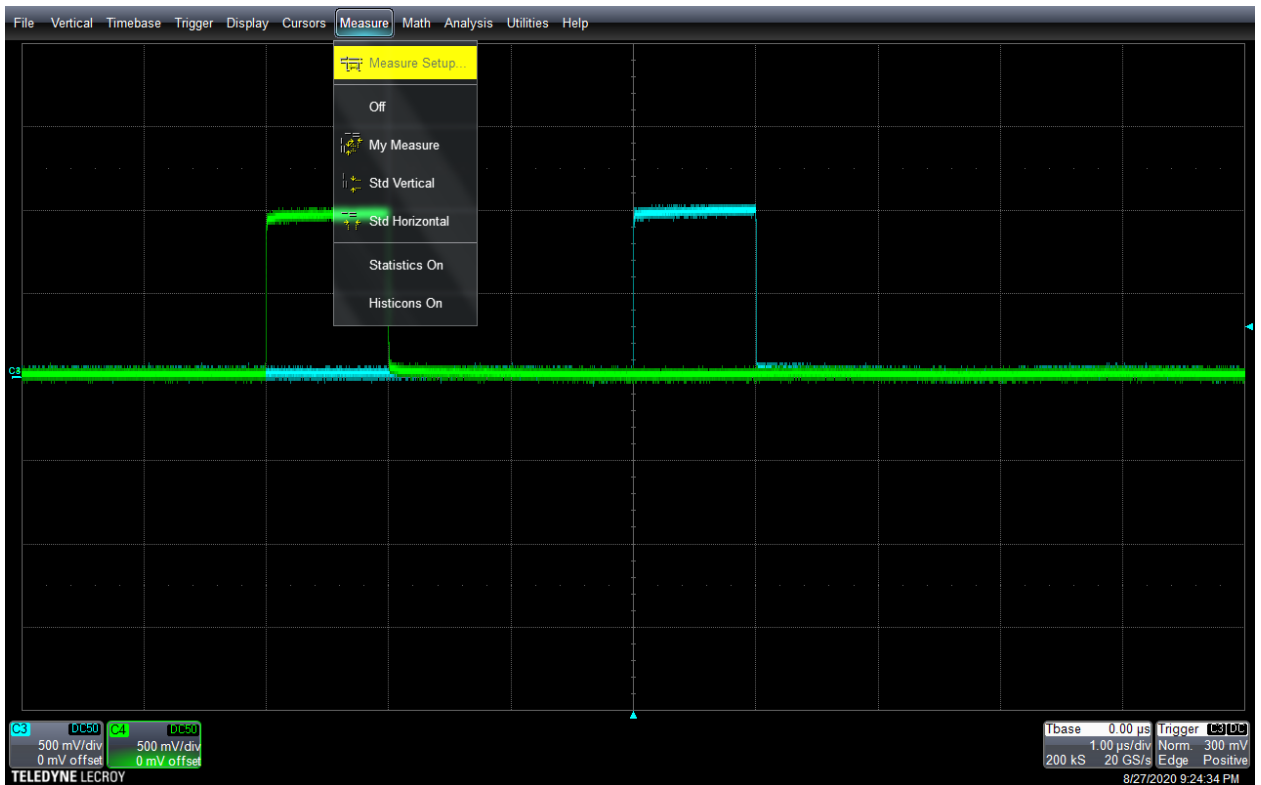

Рис. 8. Работа с осциллографом
- 4.1. На осциллографе выбрать пункт «Measure Setup...» во вкладке «Measure» для перехода в режим измерений параметров сигналов (Рис. 8)